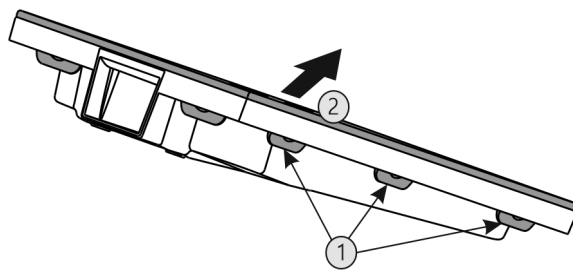

Fig. 52
- ▶ Последовательно нажать на все накладки Fig. 52 (1) и снять крышку Fig. 52 (2).